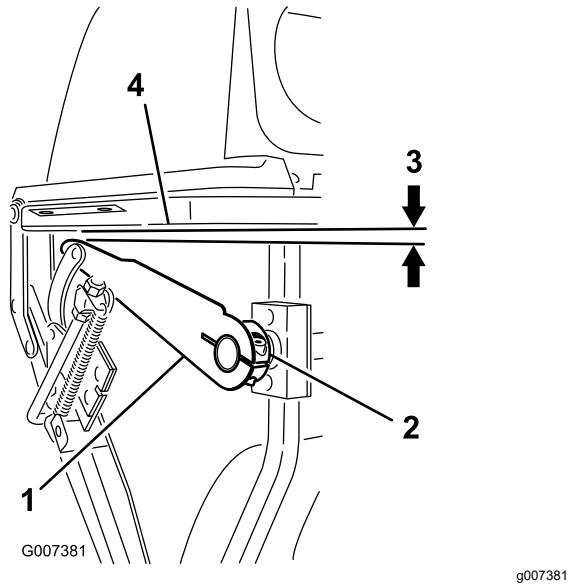

Figure 52
- Si ce n'est pas le cas, desserrez la vis Allen sur le moyeu du levier droit (Figure 52).